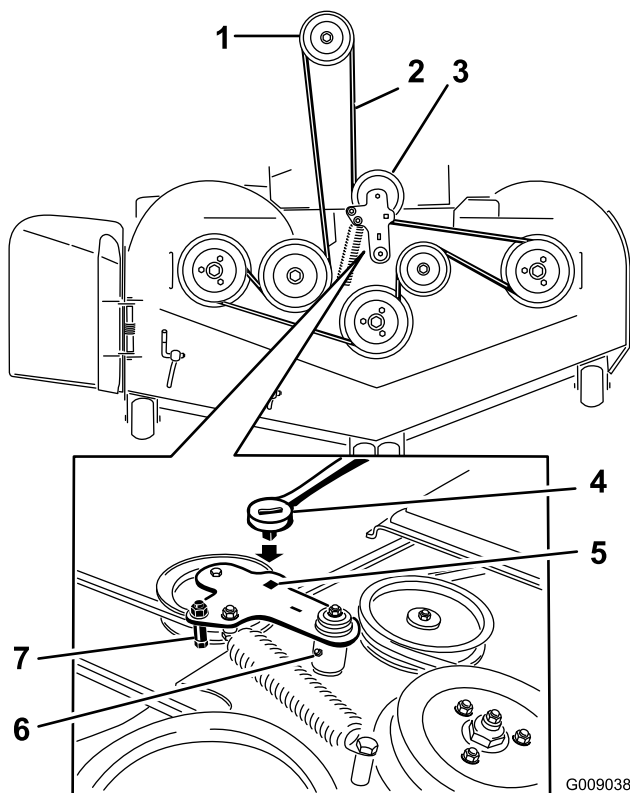

Figura 91
6. Utilice una llave de carraca en el orificio cuadrado del brazo tensor para aliviar la tensión del muelle tensor (Figura 91).
8. Instale la guía de la correa en el brazo tensor tensado con muelle (Figura 91).
10. Pase la correa nueva alrededor de las poleas del cortacésped y de la polea del embrague, debajo del motor (Figura 91).